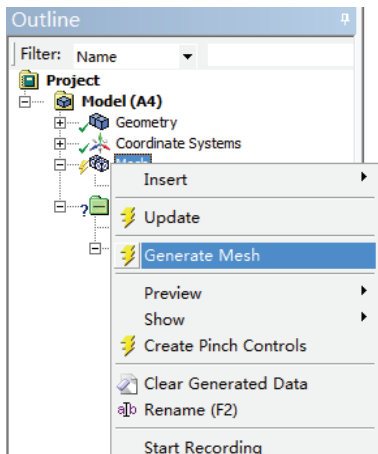
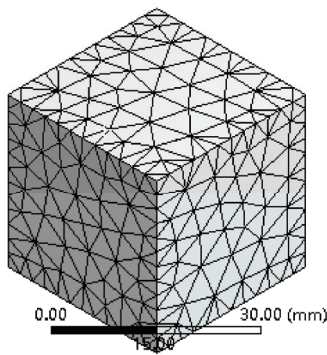

图 19-7 划分网格命令
图 19-8 网格划分效果
4) 在 Outline 树结构图中的 Mesh 选项单击鼠标右键，在弹出的快捷菜单中选择 Generate Mesh，如图 19-7 所示，生成网格如图 19-8 所示。